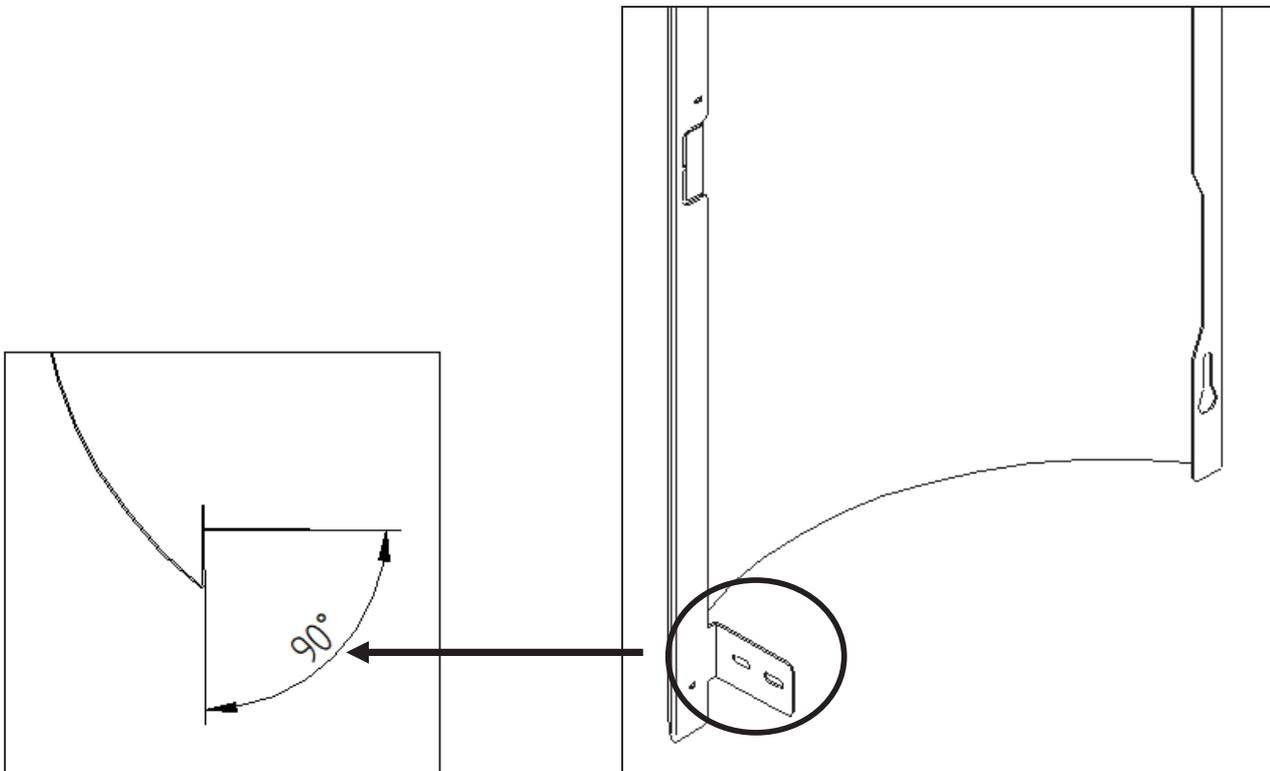

Figura 75 - Ángulo inferior de la pestaña
d) Luego, para enganchar las cubiertas laterales, primero debe doblar la pestaña como se muestra en la Figura 75 para asegurarse de que esté en un ángulo de menos de 90°.